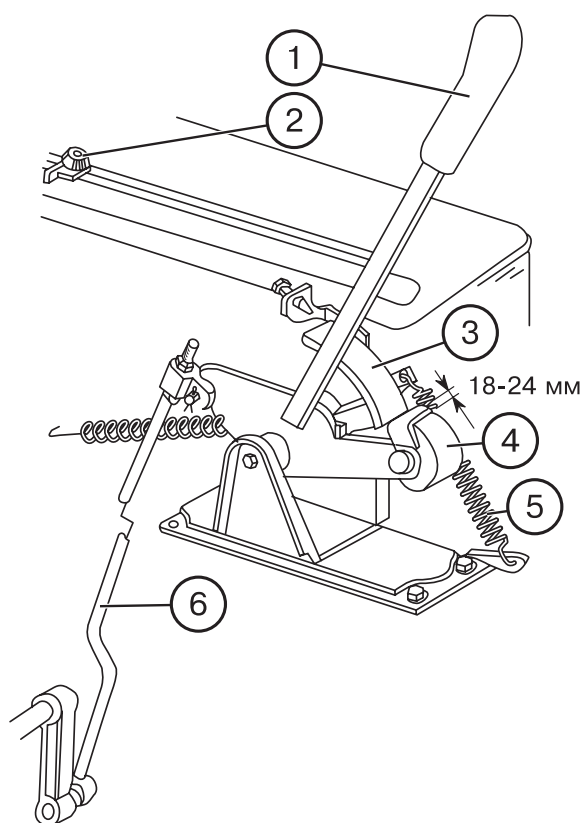
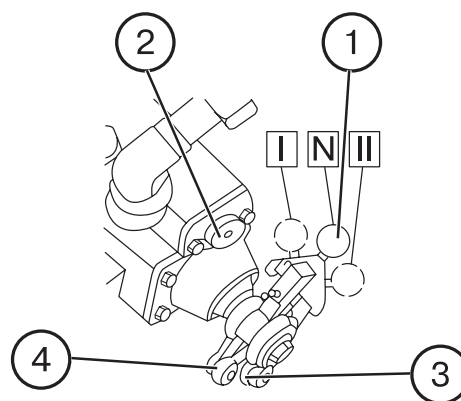
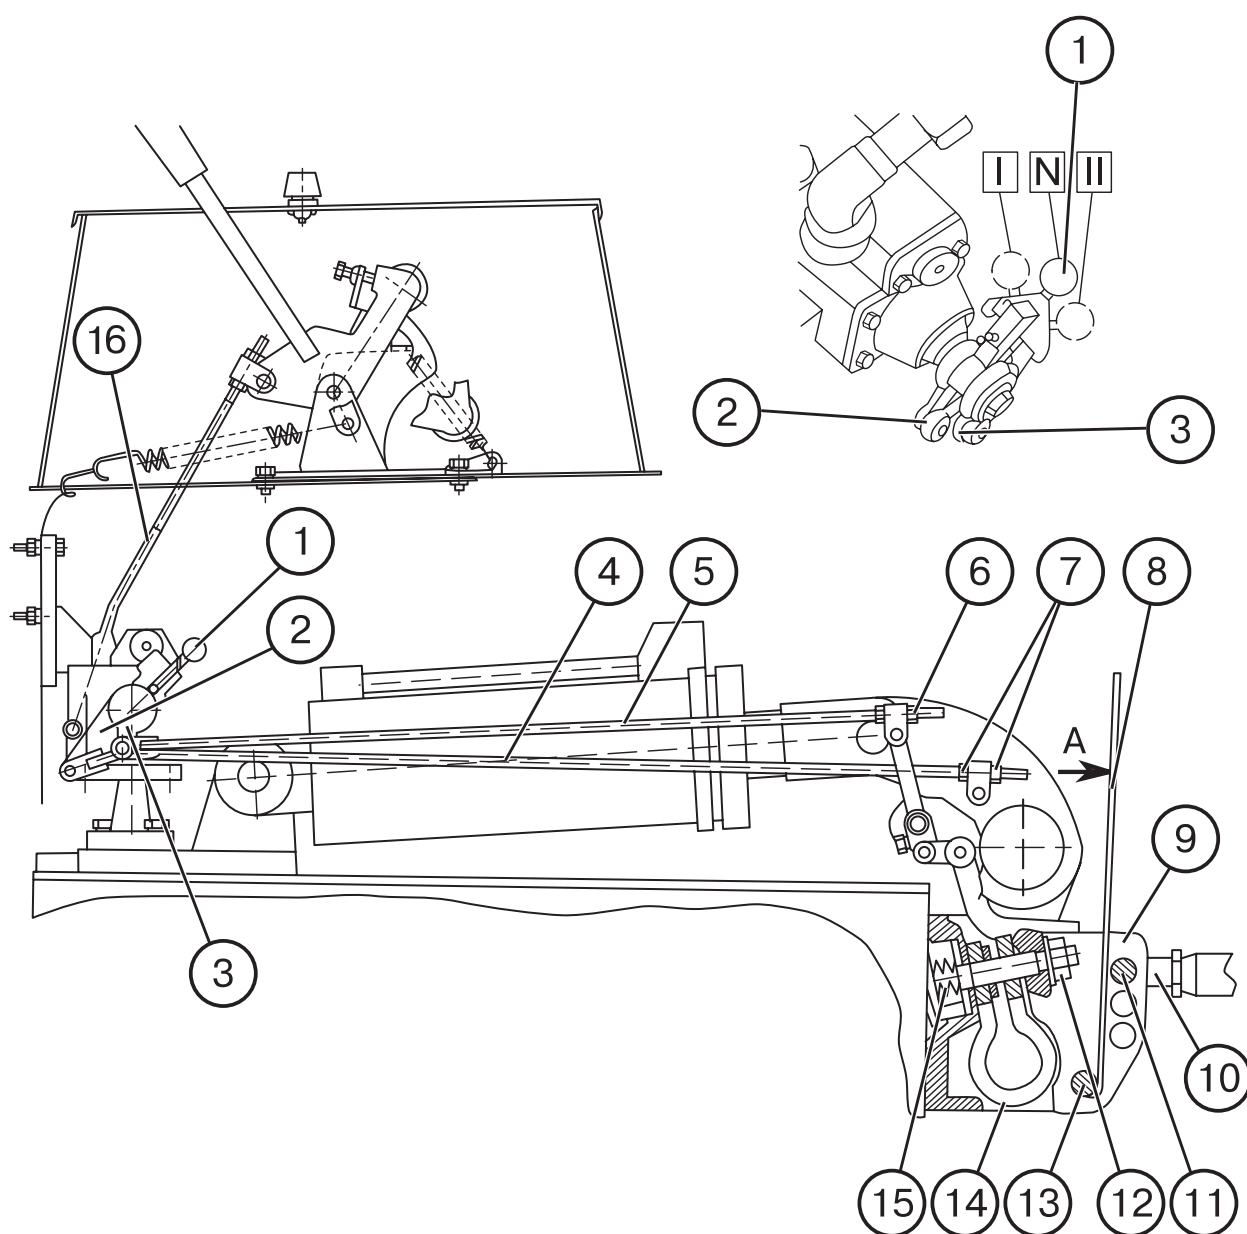

Рис. 25. Управление силовым (позиционным) регулятором (тракторов с унифицированной кабиной):
Рис. 27
Рис.28.
В начале гона опустите навесную машину, повернув рукоятку 1 (рис. 25) вперед по сектору 3. Чем дальше вперед будет установлена рукоятка, тем больше глубина обработки почвы.
При использовании позиционного способа регулирования регулятор гидросистемы обеспечивает установку рукояткой управления 1 (рис. 25) желаемого положения сельскохозяйственной машины относительно остова трактора и автоматическое поддержание этого положения в работе.
3. Включите позиционный способ регулирования, для чего переключатель 1 (рис. 27) введите в паз позиционного рычага 4 поворотом его вправо (по ходу трактора).
Установите навесное орудие в требуемое положение. Опускание производите поворотом рукоятки 1 (рис. 25) вперед по сектору 3. Чем дальше вперед будет установлена рукоятка, тем ниже опустится орудие, и наоборот, чем дальше по сектору на себя будет повернута рукоятка, тем орудие поднимется выше.
При высотном регулировании переключатель 1 (рис. 27) установите в среднее положение (N). Для подъема орудия рукоятку 1 (рис. 25) поверните на себя до упора и удерживайте до окончания подъема, после чего рукоятка должна самопроизвольно возвратиться в положение "транспортная нейтраль" (до упора ролика 4 в сектор 3). Опускание производите перемещением рукоятки 1 вперед в зону регулирования (ролик 4 накатывается на сектор 3) до начала опускания орудия.
2. Отрегулируйте длину тяги 16 (рис. 28) так, чтобы при переводе рукоятки назад (по ходу трактора) между резиновым роликом на этой рукоятке и краем сектора образовался зазор, равный 18-24 мм (см. рис. 25).
- а) установите переключатель 1 (рис. 28) в среднее положение;
- а) установите переключатель 1 в среднее положение (см. рис. 28);